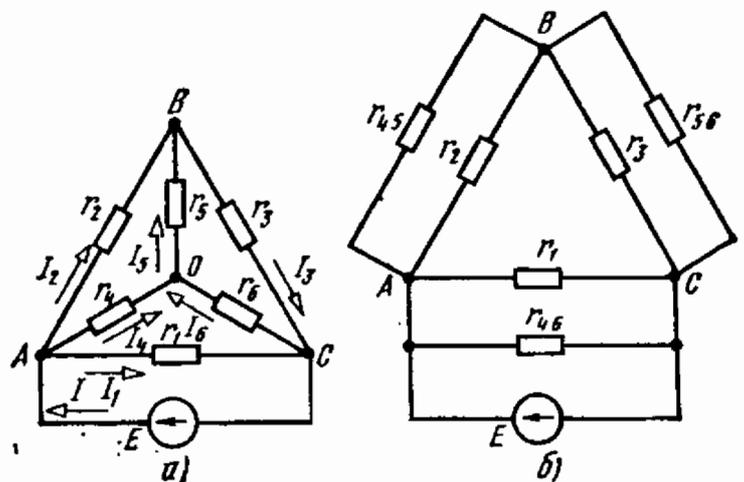

Рис. 1.25
1.25. В цепи (рис. 1.25, а) заданы э. д. с. $E=20$ В и сопротивления $r_1=4$ Ом, $r_2=1$ Ом, $r_3=1$ Ом, $r_4=2$ Ом, $r_5=4$ Ом, $r_6=5$ Ом.
Указание. Расчет токов целесообразно осуществить, преобразуя предварительно звезду $r_4 r_5 r_6$ в треугольник по схеме рис. 1.25, б.